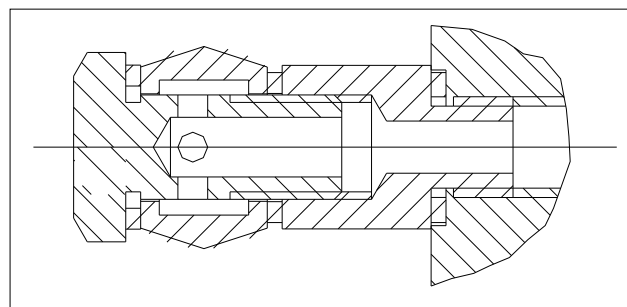

Fig. 33
- ◆ Anslut aggregatet till kretsen med flexibel slang (Fig. 33).